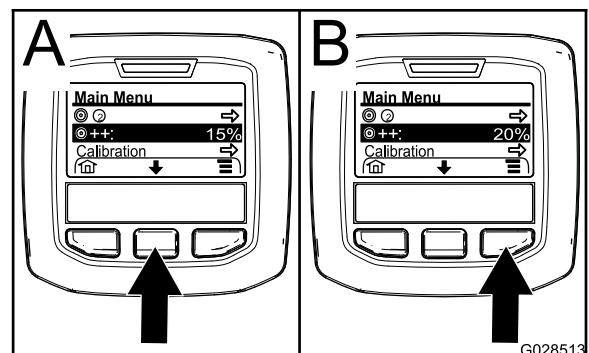

Figure 67
2. Si nécessaire, appuyez sur le bouton de sélection central pour mettre en surbrillance l'option d'intensification du débit d'application (Figure 67).
**Remarque:** L'icône d'intensification du débit d'application se compose de 2 signes + situés à droite d'une cible (Figure 67).
3. Appuyez sur le bouton de sélection droit (Figure 67) pour augmenter le pourcentage d'intensification par paliers de 5 % (20 % maximum).